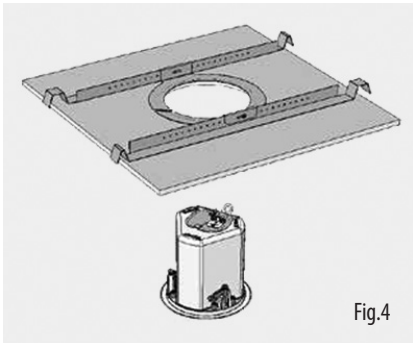

Fig.4
7. Inserire la griglia spingendola sull'altoparlante. (fig.4)
5. Il CVS 4 (EN54) è dotato di un trasformatore da 30 W. Quando viene utilizzato in sistemi a linea distribuita, il trasformatore può essere prelevato a 30 W, 15 W e 7,5 W, con un ulteriore prelievo di 3,75 W per sistemi di linea a 70 V. (fig.4)
3. Schuif de luidsprekereenheid door het gat en draai de schroeven aan de voorkant van de luidspreker om de montagevleugels uit te schuiven. Draai de schroeven vast totdat een stevige grip is bereikt. Als u een stuurprogramma gebruikt, Tannoy adviseert een aanhaalmoment van 1,5 Nm. (Afb.4) **NIET TE VAST AANDRAAIEN!**
7. Plaats het rooster door het op de luidspreker te duwen. (Afb.4)
5. De CVS 4 (EN54) is voorzien van een 30 W transformator. Bij gebruik in gedistribueerde lijnsystemen kan de transformator worden afgetakt op 30 W, 15 W en 7,5 W, met een extra aftakking van 3,75 W voor 70 V-lijnsystemen. (Afb.4)
Om du använder en drivrutin, Tannoy rekommenderar ett vridmoment på 1,5 Nm. (Bild 4)